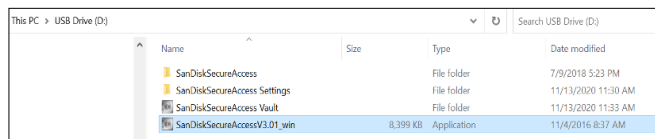

Figura 1: Cartella protetta da password nella chiavetta USB contenente il programma di installazione del software
2. Inserire la chiavetta USB in una qualsiasi porta USB del computer portatile e aprire il contenuto come mostrato di seguito. Fare doppio clic sul file eseguibile in **Figura 1**.